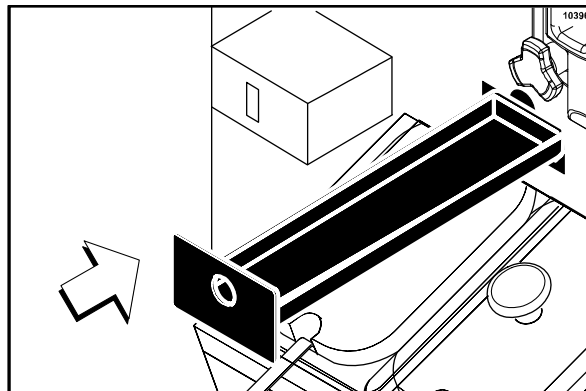

Figura 140
12. Deslize a pingadeira longa no orifício do painel dianteiro acima dos dispensadores de cobertura. (Veja a Figura 140.)